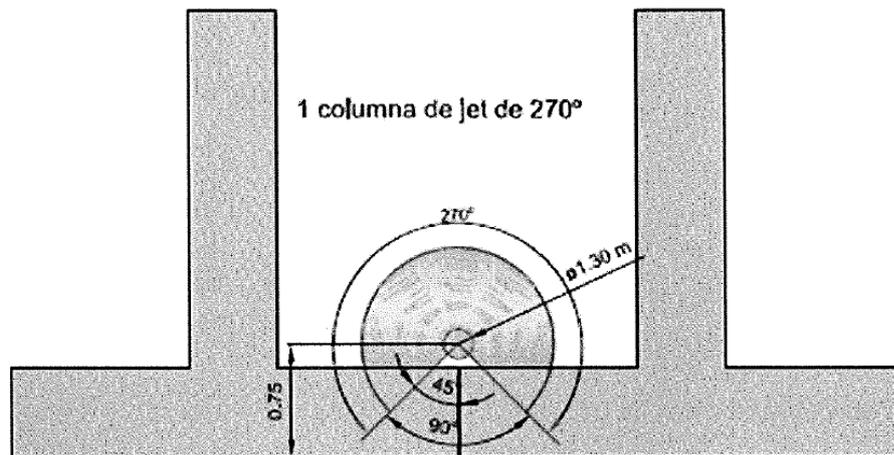

Figura 15. Vista en planta de la impermeabilización de una junta de pantalla de hormigón con una columna de jet sectorial
- Como elemento de impermeabilización en juntas de pantallas in situ (Figura 15), o como elemento de cierre en pantallas de pilotes o micropilotes, cuando estos se construyen separados. En este caso las columnas se realizan entre cada dos pilotes o micropilotes. Estos últimos sirven de elementos estructurales, proporcionando el jet grouting la impermeabilización necesaria.